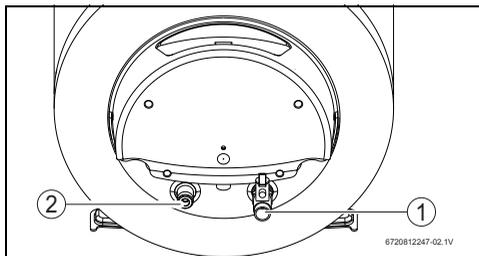

Рис. 9
- Обозначьте трубы горячей и холодной воды соответствующим образом, чтобы не перепутать их (рис. 9).